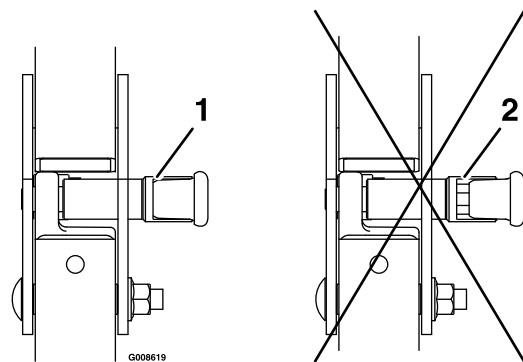

Figure 9
- Levez l'arceau de sécurité à la position d'utilisation et tournez les boutons de sorte à les déplacer partiellement dans les rainures (Figure 9).
- Redressez complètement l'arceau de sécurité tout en poussant sur la partie supérieure; les goupilles s'engagent en position quand les trous sont en face (Figure 9).
- Appuyez sur l'arceau de sécurité et vérifiez que les deux goupilles sont engagées (Figure 9).